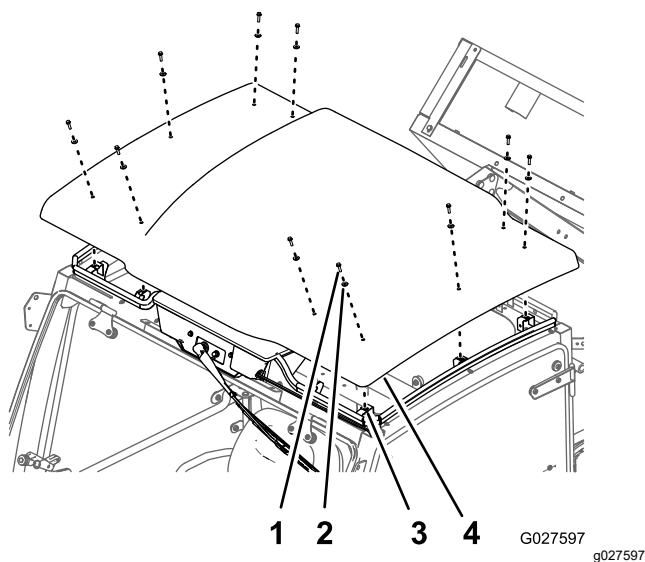

Рисунок 13
1. Выверните 10 болтов (1/4 x 1 дюйм) и снимите 10 уплотнительных шайб (1/4 дюйма), которые крепят панель крыши к опорным кронштейнам крыши на кабине (Рисунок 13).